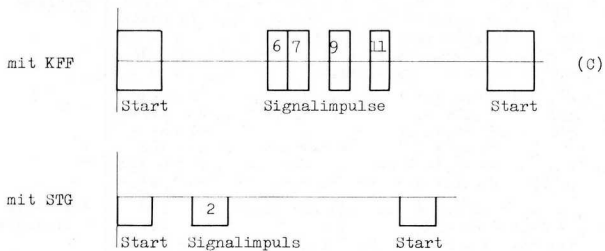

Fig. 6: Impulsprogramm KFF und STG
Den Aufbau der KFF- und STG-Impulsprogramme zeigt Fig. 6 auf Blatt 22. In Fig. 6 (A) ist das KFF-Impulsprogramm dargestellt. Auf der Horizontalen ist die Zeit aufgetragen, auf der Vertikalen die 1500-Hz-Impulsspannung, die an den beiden grünen KFF-Klemmen steht. Der Startimpuls dauert 25 ms. Darauf folgt ein Zeitraum, in dem 14 Signalimpulse mit einer Länge von je ca. 11 ms Platz haben. Im Anschluss daran folgt eine 19 ms lange Stopimpulslücke. Dann kommt das nächste Zeichen mit einem neuen Startimpuls.
Fig. 6 (B) zeigt das STG-Impulsprogramm. Der Startimpuls eines 50-Bd-Zeichens dauert 20 ms. Darauf folgt ein Zeitraum, in dem 5 Signalimpulse Platz haben. Im Anschluss daran folgt eine 30 ms lange Stopimpulslücke. Dann kommt das nächste Zeichen mit einem neuen Startimpuls.
Die Impulsprogramme für das Zeichen "X" zeigen die Fig. 6 (C) und (D). Fig. 6 (C) gilt für den KFF und Fig. 6 (D) für den STG. Die Impulsprogramme der verschiedenen Zeichen für KFF und STG sind auf der Innenseite des Deckels, der oben auf dem Gerät die Kabelfächer abschliesst, aufgezeichnet.